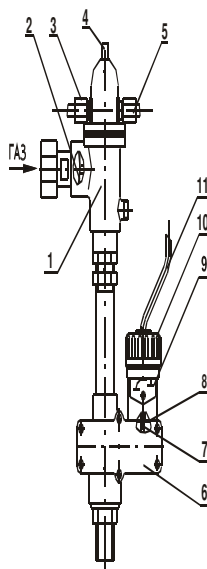

Рис. 2 Автоматика аппарата
4.2. Клапан газовый магнитный 1 (Рис.2) представляет собой электромеханическое устройство. Состоит из корпуса, внутри которого находится клапан, коробки магнитной, и служит для подачи газа к запальнику и горелке и автоматического отключения подачи газа при:
4.4. Терморегулятор 6 (Рис.2) предназначен для регулирования температуры воды в баке и состоит из узла "сифон - термобаллон", установленного внутри бака аппарата, системы рычагов и клапана, расположенных в корпусе терморегулятора.
На корпусе закреплена шкала настройки и гайка регулировочная 10 (Рис.2), вращая которую можно настраивать автоматику на температуру от 50 °С до 90 °С. Эта перемена температуры вызывается перемещением сифона вместе со штоком 7 вверх (вниз) при вращении гайки регулировочной.
- нажимать кнопку пусковую 4 (Рис.2) и вращать гайку регулировочную терморегулятора нагрева воды 10 (Рис.2) без надобности;
5.5. Во избежание разрушения пайки контактов терморпары, электромагнита и провода датчика тяги не затягивайте сильно накидные гайки 3, 5 (Рис.2) при наворачивании их на штуцера электромагнита.